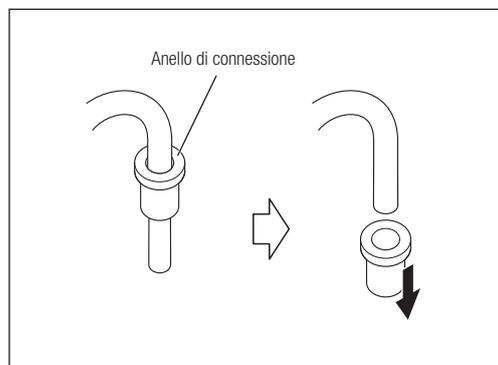

Fig. 52
- 4) Rimuovere l'anello di connessione dal tubo di irrigazione. Non gettarlo. È possibile usare l'anello per la sostituzione del set pompa di irrigazione (Fig. 52).